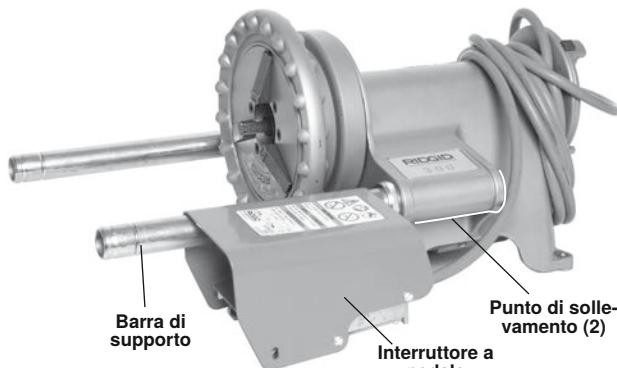

Figura 26 – Macchina da sola approntata per il trasporto
- Avvolgere il cordone di alimentazione e infilare il coperchio dell'interruttore a pedale su una barra di supporto, come mostrato in *Figura 26*.